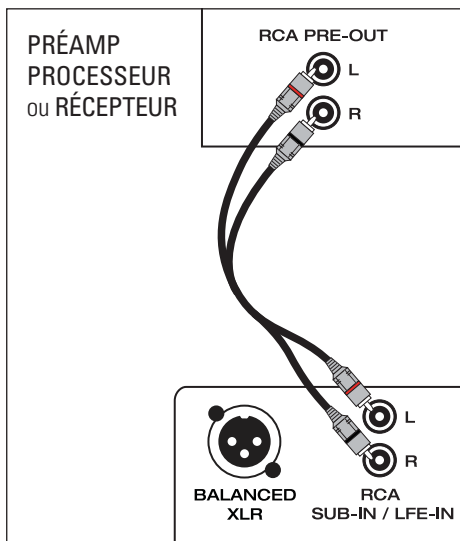

Fig. 10b
2. **Entrée stéréo (gauche et droite)** se branche à partir du préamplificateur stéréo, du récepteur stéréo ou de toute autre source stéréo de bas niveau appropriée (Fig. 10b).